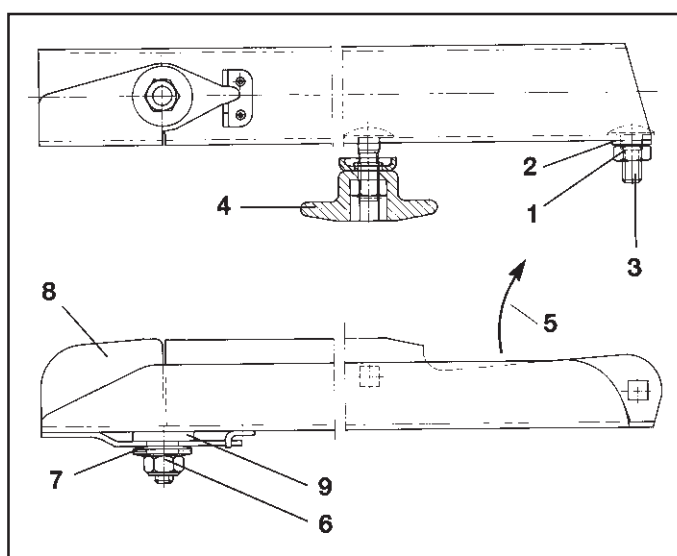

Fig. 9.6
- Desserrez l'écrou autobloquant (fig. 9.6/1)
- Retirez la rondelle (fig. 9.6/2) et la vis à tête ronde (fig. 9.6/3).
- Desserrez l'écrou à ailettes (fig. 9.6/4) et remplacez l'aube d'épandage.
- **L'écrou autobloquant (fig. 9.6/1) doit être serré de telle manière que l'aube puisse être manoeuvrée manuellement.**
Veillez au positionnement correct des aubes. La face ouverte du profil en U de l'aube doit être orientée dans le sens de rotation (fig. 9.6/5).
- Desserrez l'écrou autobloquant (laiton Cu Zn) (fig. 9.6/6) et retirez-le avec les rondelles élastiques (fig. 9.6/7).
- Remplacez l'extrémité de l'aube relevable (fig. 9.6/8).
Veiller au positionnement de la rondelle en plastique (fig. 9.6/9) entre l'aube d'épandage et l'extrémité de l'aube relevable.
- Serrez l'écrou autobloquant (fig. 9.6/6) à **6 - 7 Nm** de manière à ce que le bout d'aube relevable puisse être encore relevé manuellement mais qu'il ne puisse pas se relever plus haut de lui-même en cours de travail.